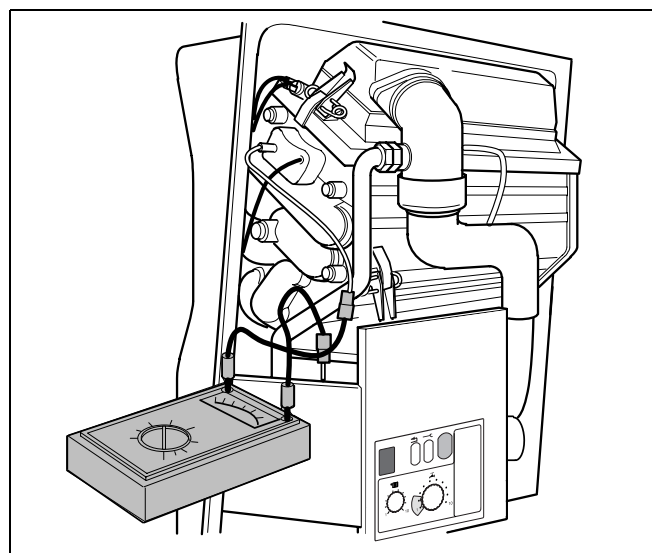

Fig. 31 Măsurarea curentului de ionizare
- Ștecherul cablului de supraveghere se slăbește și se racordează aparatul de măsurat în serie (fig. 31). La aparatul de măsură se alege domeniul de curent continuu μA . Aparatul de măsură trebuie să aibă o precizie de min. 1 μA .